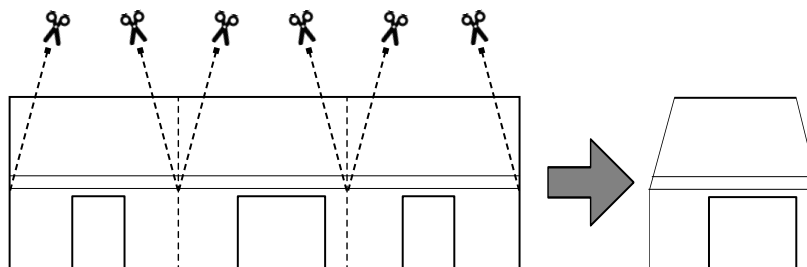

Fig. 10 - Preparazione elementi colmo
- Predisporre gli elementi colmo, andando a tagliare in tre pezzi una tegola intera e sagomando la parte superiore con una certa inclinazione di taglio -Fig. 10.